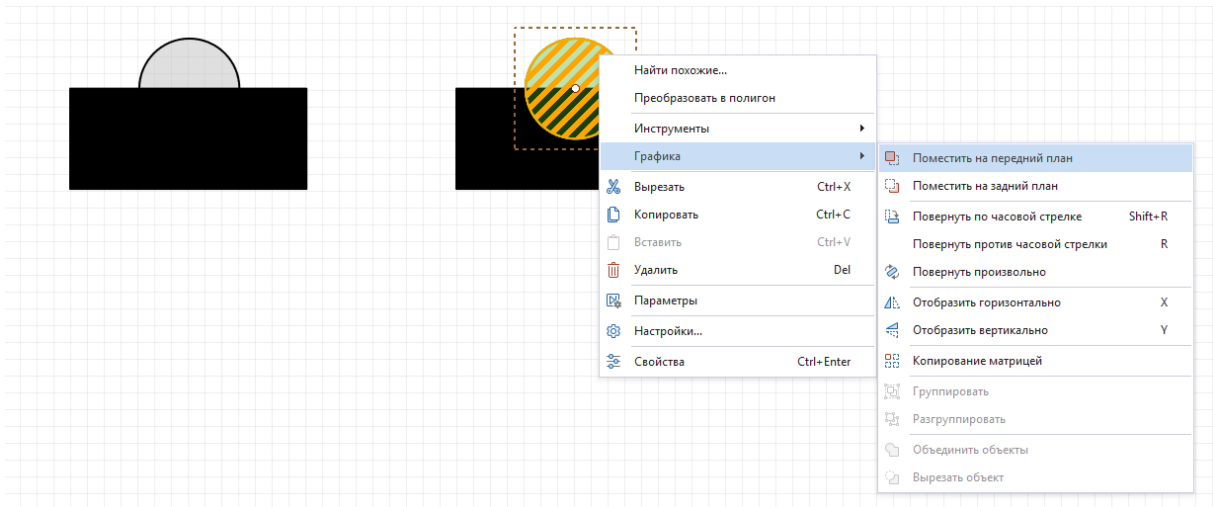

Рис. 370 Выбор последовательности отображения объектов
2. Вызовите контекстное меню, и в зависимости от требуемого отображения в разделе «Графика» выберите пункт «Поместить на передний план» или «Поместить на задний план», см. Рис. 370.